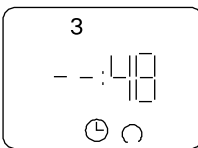

Рисунок 22.
- замените часы (—:48) и минуты (19:—) запрограммированного времени прочерками (Рис. 22 и 23)